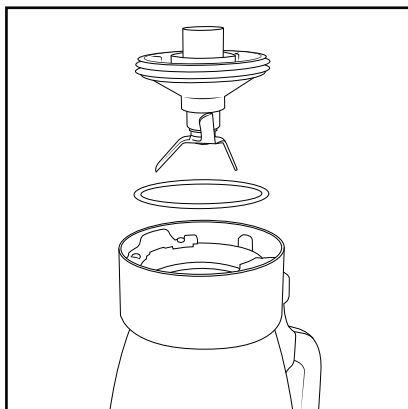

Bild 5
- Kontrollera att tätningringen sitter på plats innan du sätter tillbaka kniven **17** igen (bild 5). Sätt tillbaka kniven **17** och skruva fast den medsols med hjälp av lockets lås **14**.